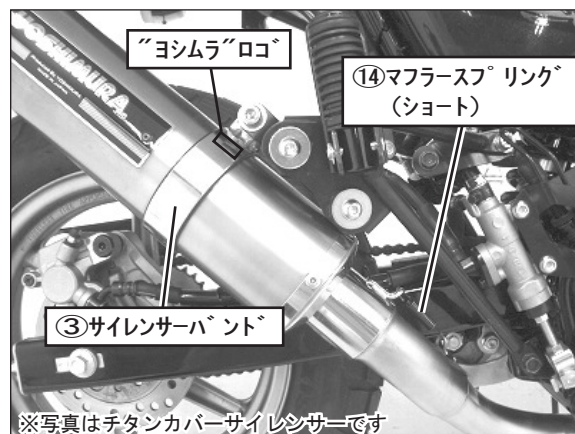

FIG. 11
10. ①エキゾーストパイプに②サイレンサーを差し込み、スプリング取付け工具を使用して⑭マフラスプリング（ショート）を取り付けます。（FIG. 11参照）
11. JMCAプレートが真上になる様②サイレンサーを調整し、③サイレンサーバンド・サイレンサーバンド用スペーサーラバー（チタンサイレンサーのみ）を通して付属の⑧ボタンボルトM8×40、⑤ボルト用サラバネM8、④フランジナットM8、⑦スペーサーカラー8-20-20を使用して、手順8で取り付けた⑪サイレンサーステーに仮締めします。（FIG. 11. 12参照）